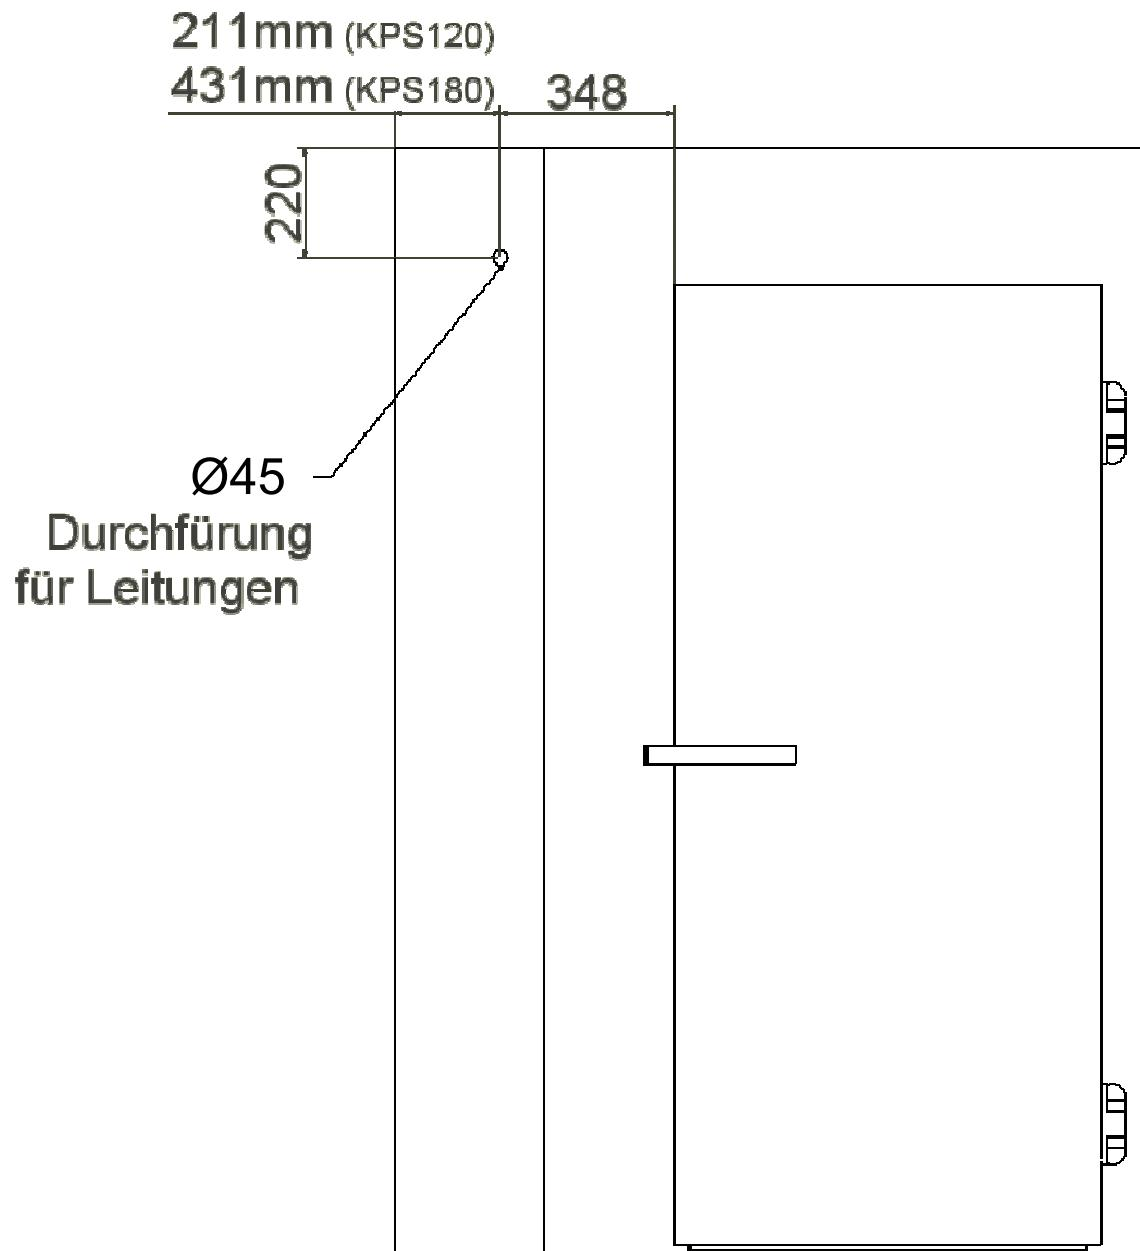

Abbildung 19
3. Die elektrischen Leitungen müssen durch die Wand der Zelle geführt werden Abbildung siehe Abbildung 19.